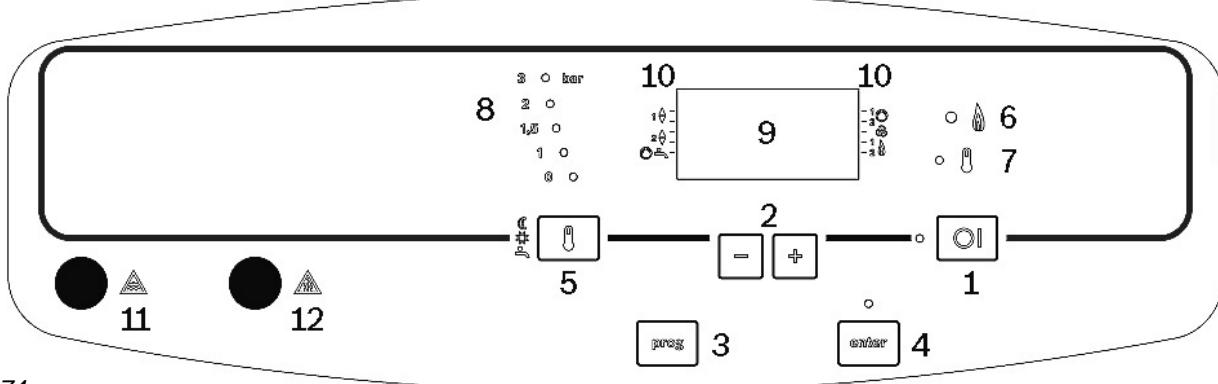

Fig. 74
- ▶ zijn aandacht vestigen op de controle van de waterdruk d.m.v. de digitale drukweergave op het display (zie fig. 74),
### 13.6 Inbedrijfname (fig. 74)
- ▶ attirer son attention sur le contrôle de la pression d'eau à l'aide de l'indication de pression digitale sur l'afficheur (voir fig. 74),
### 13.6 Mise en service (fig. 74)
Bij normale werking kan de werkingsstatus gekozen worden met de toetsen **+/-** (fig. 74).
En mode de fonctionnement normal, les touches **+/-** permettent de sélectionner le régime de fonctionnement (fig. 74).